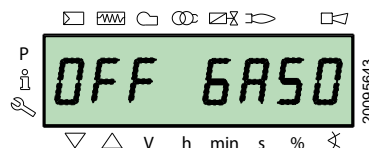

Fig. 41
- gasóleo "OFF GASO" (Fig. 41)